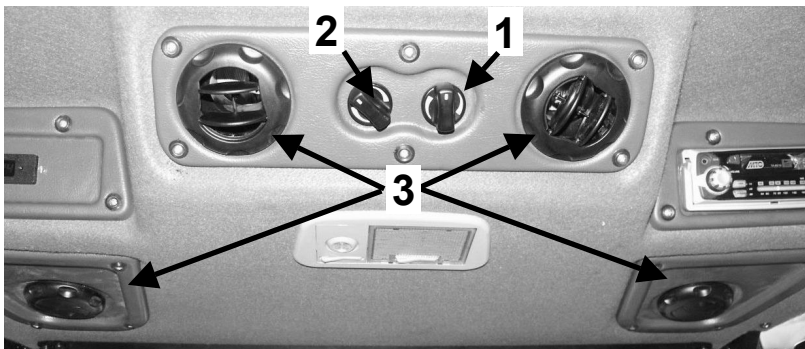

Abb.D-11b Die Bedienungsfläche der Klimaanlage
Einschalten des Gebläselüfters erfolgt durch Einschalten des Verdampferlüfters mit dem Knopf **1 (Abb.D-11b)** am oberen Kabinenpult.
Der Thermostatknopf **2 (Abb.D-11b)** ermöglicht stetige Regulierung der Luftkühlungstemperatur. Wenn man den Knopf nach links oder rechts dreht, die Temperatur der aus dem Verdampfer kommenden Luft anwächst oder sinkt.
- mit dem Lüfterknob **1 (Abb.D-11b)** die gewünschte Gebläsearbeitsstufe einstellen,